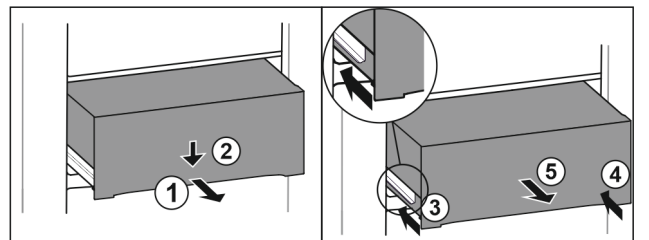

Fig. 101
- ▶ Extraiga el cajón hasta la mitad. Fig. 101 (1)
- ▶ Presionar hacia abajo el cajón de la parte delantera. Fig. 101 (2)
- ▶ Introducir el carril izquierdo unos 2 cm. Fig. 101 (3)
- ▶ Introducir el carril derecho unos 2 cm. Fig. 101 (4)
- ▶ Extraiga el cajón hacia adelante. Fig. 101 (5)